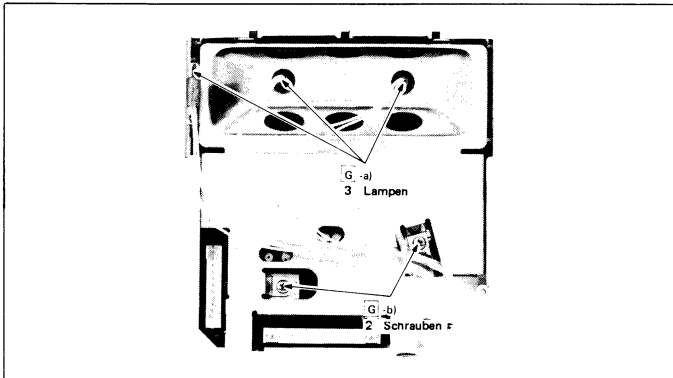

Abbildung 7-1
- a) Die drei Lampen (PL1, 2, 4) herausziehen. (Siehe Abb. 7-1)
- b) Die zwei Schrauben, die die Abschirmplatte befestigt halten, entfernen. (Siehe Abb. 7-1)